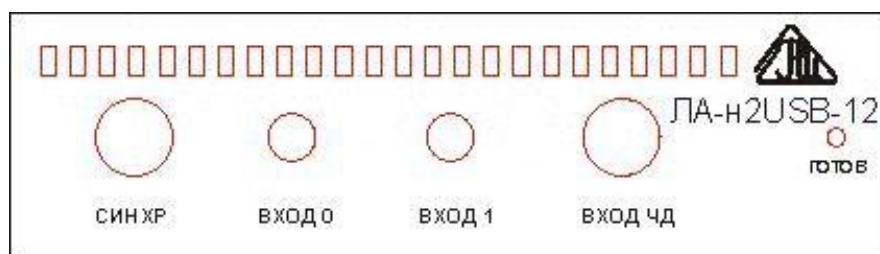

Рис. 4.1. Передняя панель прибора.
- 4.2.3. Для предотвращения выхода из строя устройства ЛА-н2USB-12 на входные разъемы необходимо подавать сигналы с параметрами, указанными в таблице (Таблица 4. 1). Расположения разъемов указано на рисунке (Рис. 4.1).